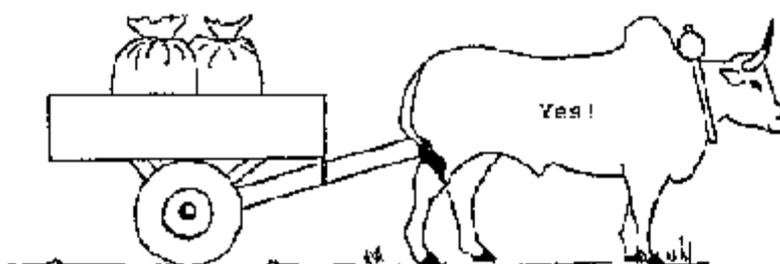

fig 13: Panier bien chargé
- **Panier** (*fig. 13*): est un cadre de fer sur lequel repose un plancher de chargement. Le panier peut avoir un ou deux essieux (2 ou 4 roues). Le but est le transport. La livraison est rapide et facile. On ne doit pas utiliser l'animal de trait pendant plus de 4 heures pour le transport. La charge maximale est fonction des matériaux utilisés pour la construction et le type d'animal utilisé (voir le tableau 3). Ne pas dépasser en tout cas 500 kg. Commencer à charger dans le milieu de votre panier. Étendre à ses deux extrémités de façon uniforme. On doit bien équilibrer le panier pendant le chargement pour éviter les accidents lors du transport.